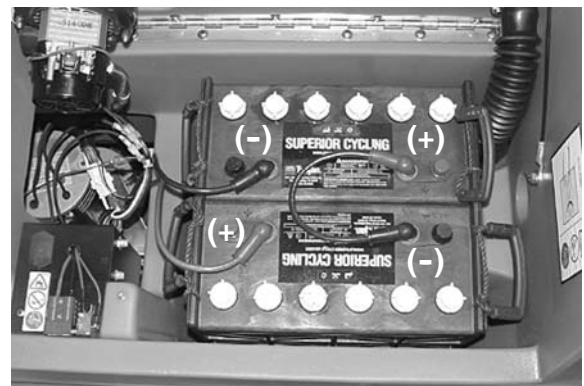

FIG. 2
3. Placez avec précaution les batteries dans le plateau qui se trouve au fond du compartiment et connectez les bornes comme illustré (Figure 2).
4. Branchez les câbles aux bornes des batteries comme indiqué (ROUGE SUR BORNE POSITIVE ET NOIR SUR BORNE NEGATIVE) (Figure 2).